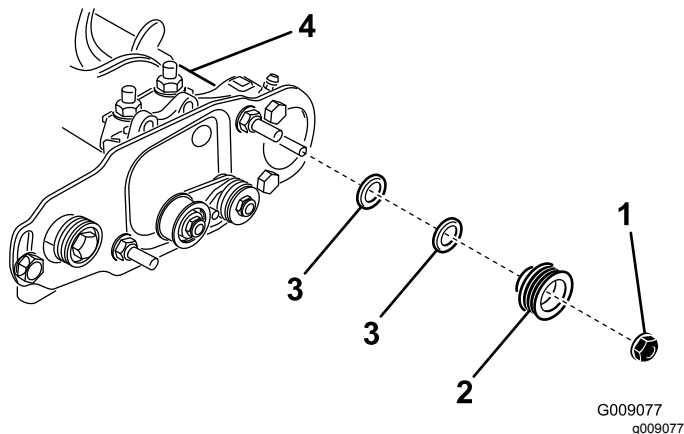

Рисунок 40
3. Отверните контргайку крепления ведомого шкива к валу щетки (Рисунок 39 или Рисунок 40).
4. Снимите ведомый шкив с вала (Рисунок 40).
5. Если необходимо сместить шкив наружу, добавьте одну проставку толщиной 0,8 мм (Рисунок 40). Если необходимо сместить шкив внутрь, удалите одну установленную ранее проставку толщиной 0,8 мм.